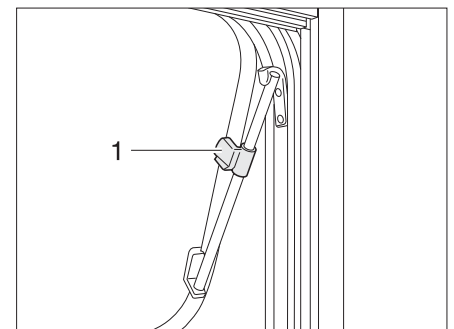

Bild 7 Ausstellfenster mit Dreh-Ausstellern, geöffnet
- Ausstellfenster bis zur gewünschten Stellung öffnen und mit Rändelknopf (Bild 7,1) feststellen.
- Rändelknopf (Bild 7,1) drehen, bis Arretierung freigegeben wird.